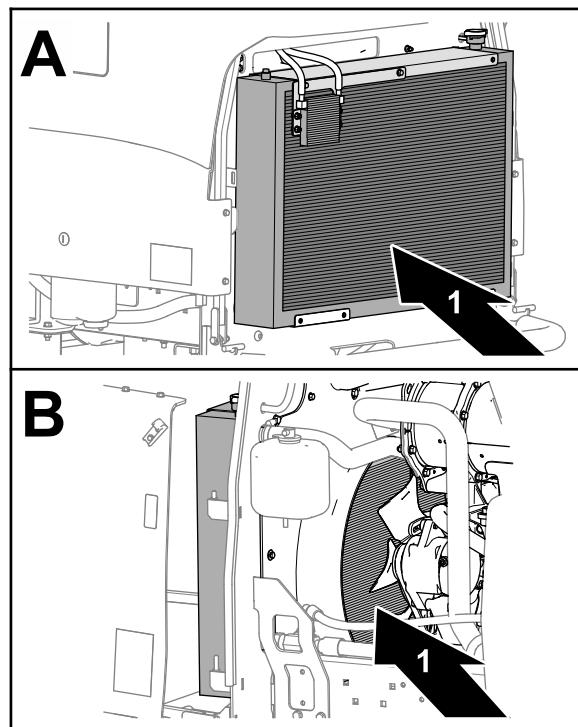

Figura 68
7. Pulite accuratamente entrambi i lati del radiatore e del refrigeratore dell'olio utilizzando aria compressa (Figura 68).